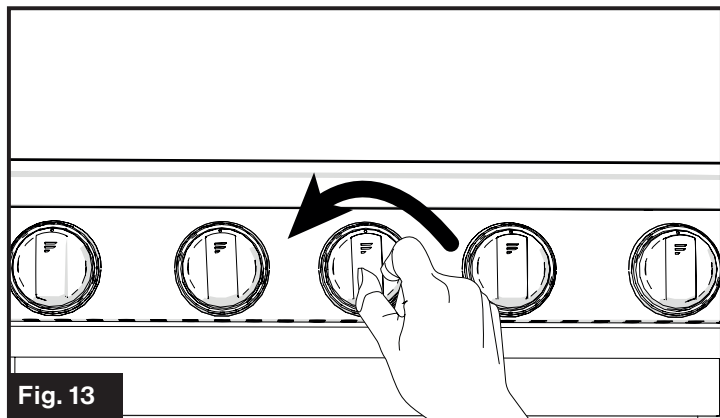

Fig. 13
2. Poussez et tournez le bouton de commande du brûleur approprié dans le sens inverse des aiguilles d'une montre jusqu'à la position. (Fig. 13)